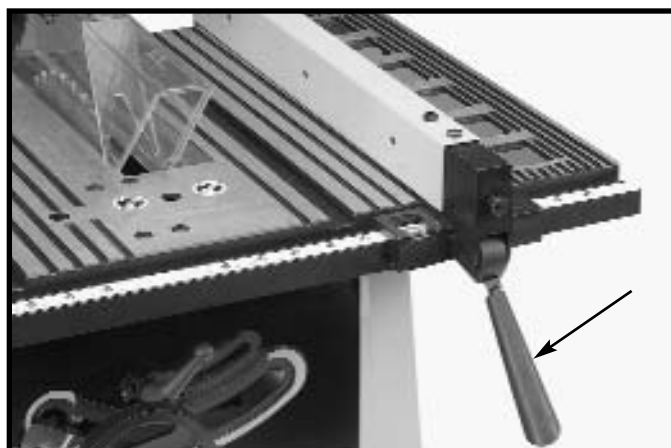

Fig. 26
3. Le guide longitudinal est généralement posé sur le côté droit de la table de la scie. Soulever la poignée de verrouillage (B) fig. 26 et positionner le guide sur la table. Pousser sur la poignée (B) fig. 26 pour verrouiller le guide en place.